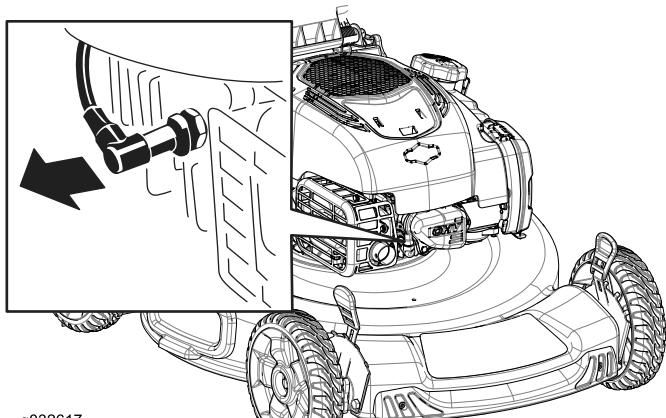

Рисунок 29
- Отсоедините провод от свечи зажигания (Рисунок 29), прежде чем выполнять любые процедуры технического обслуживания.